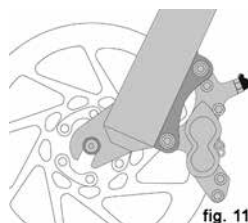
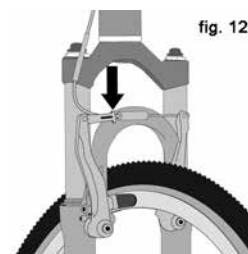

fig. 11
fig. 12
(1) Si votre vélo est équipé de freins sur jante, désengagez le mécanisme à blocage rapide du frein pour augmenter l'espace entre le pneu et les plaquettes de frein (voir la section 4.C fig. 11 à 15).
(2) Si votre vélo est équipé de freins sur jante, désengagez le mécanisme à blocage rapide du frein pour augmenter le jeu entre la jante de roue et les plaquettes de frein (voir la section 4.C, fig. 11 à 15).
(3) Sur un système de dérailleur, tirez le corps du dérailleur en arrière avec votre main droite.
3. Certains freins de vélo, comme les freins à disques (fig. 11) et les freins à tirage linéaire (fig. 12), sont extrêmement puissants. Prenez soin de vous familiariser avec ces freins et faites bien attention lorsque vous les utilisez.
La plupart des freins sur jante ont une certaine forme de mécanisme de blocage rapide pour permettre aux plaquettes de frein de dégager le pneu lorsqu'une roue est retirée ou réinstallée. Lorsque le blocage rapide du frein est en position ouverte, les freins sont inopérants. Demandez à votre détaillant pour vous assurer que vous comprenez la façon dont le blocage rapide du frein fonctionne sur votre vélo (voir fig. 12, 13, 14 et 15) et vérifiez chaque fois pour vous assurer que les freins fonctionnent correctement avant de monter sur le vélo.